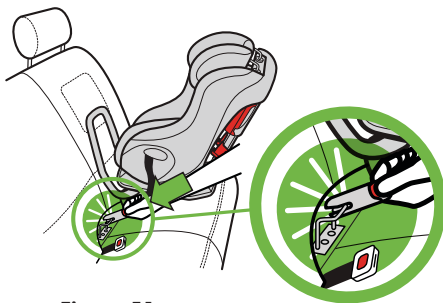

Figura 51
- Alinee el conector LATCH con el sujetador LATCH del vehículo y presione el primero contra el segundo hasta que escuche que el conector se trabe, como se muestra en la **figura 51**.